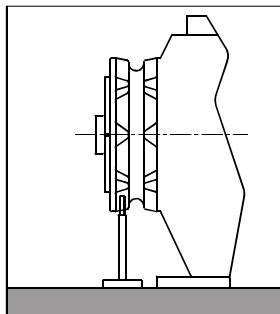

Fig. 1
2. Für das Ankerspill mit Horizontalachse (siehe Fig. 1) muss die Bohrung im äußeren Kreis der Kettennuss gebohrt werden